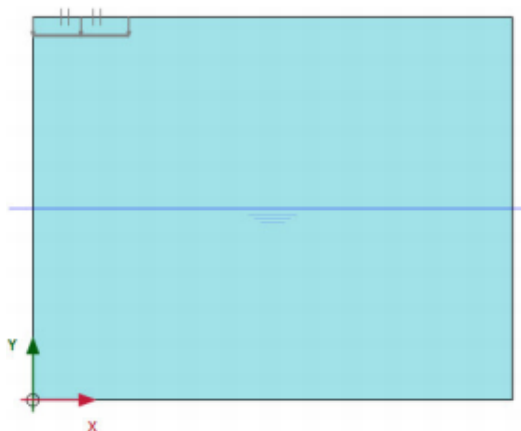

图 16 初始阶段分步施工模式
- 对钻孔指定的水头生成了水位线，如图 16.注意全局水位在水力模式和分步施工模式中都显示。但是只有在水力模式中显示所有的水位线。